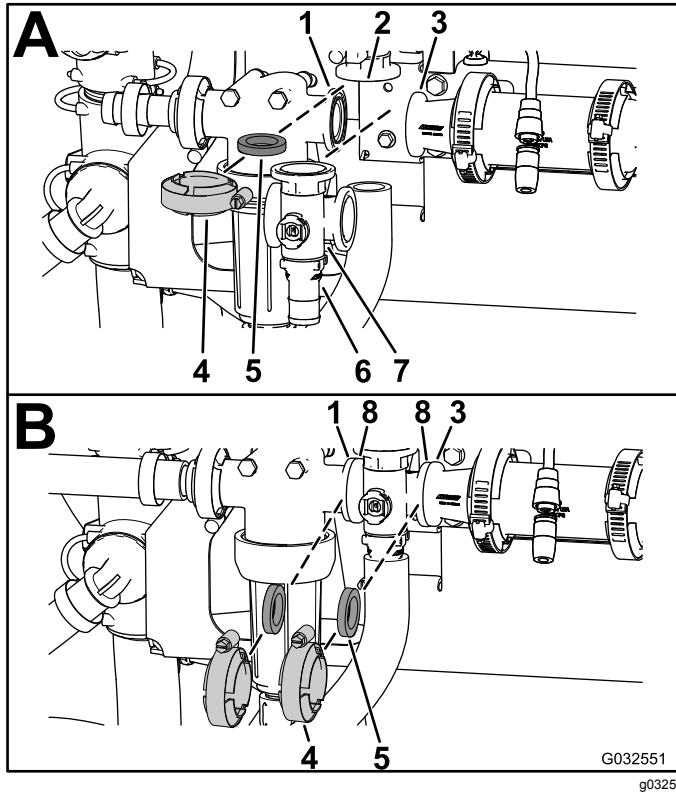

Figure 111
1. Alignez la bride de la vanne de dérivation d'agitation, un joint et la bride du raccord d'embout du collecteur de vanne d'agitation (A de la Figure 111).
2. Montez la vanne de dérivation d'agitation, le joint et le collecteur de vanne d'agitation avec un collier serré à la main (A de la Figure 111).
3. Fixez le raccord rapide au raccord de dérivation en insérant un étrier de fixation dans la douille du raccord de dérivation (A de la Figure 111).
4. Placez un joint entre les brides de la tête de filtre sous pression et du collecteur de vanne d'agitation (B de la Figure 111).
5. Montez la tête de filtre sous pression, le joint et le collecteur de vanne d'agitation avec un collier serré à la main (B de la Figure 111).
6. Placez un joint entre les brides du collecteur de vanne d'agitation et de l'accouplement réducteur (B de la Figure 111).
7. Montez le collecteur de vanne d'agitation, le joint et l'accouplement réducteur avec un collier serré à la main (B de la Figure 111).